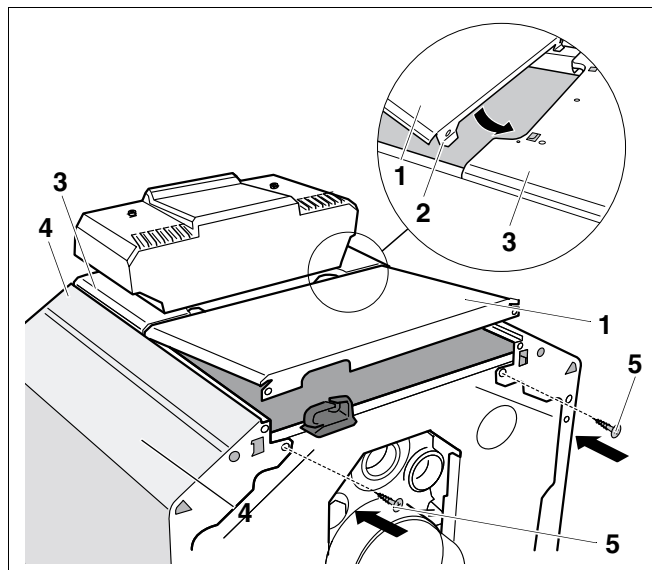

Fig. 29 Montering af bageste topplade
- Skub den bageste topplade (fig. 29, **pos. 1**) med laskerne (fig. 29, **pos. 2**) ind under den forreste topplade (fig. 29, **pos. 3**).
- Læg den bageste topplade (fig. 29, **pos. 1**) på sidekapperne (fig. 29, **pos. 4**).
- Skru monterings skrue (fig. 29, **pos. 5**) ind i den bageste topplade (fig. 29, **pos. 1**) igen.